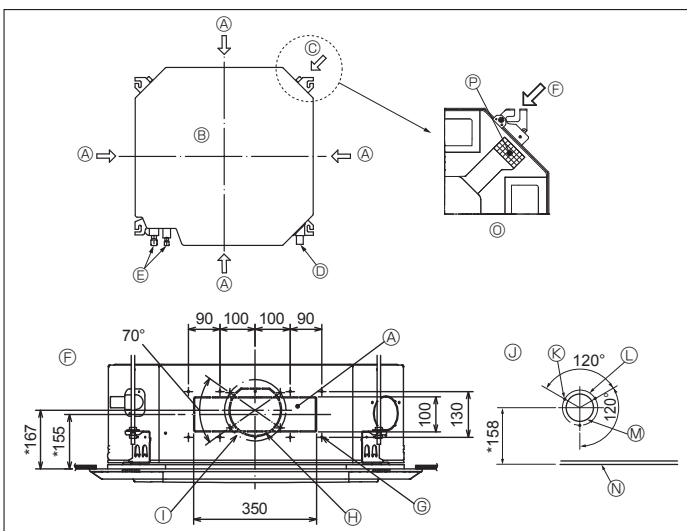

Fig. 3-4
3.4. Hull i grenkanal og inntakshull for friskluft (Fig. 3-4)
Under montering skal du bruke hullene i kanalen (utskjæring) som befinner seg på posisjonene vist i Fig. 3-4, når det er nødvendig.